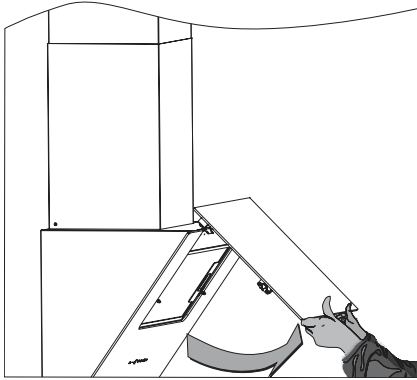

Abb.8: Frontplatte aufklappen
- Frontplatte aus der Arretierung lösen und nach vorn klappen (⇔ Abb. 8).